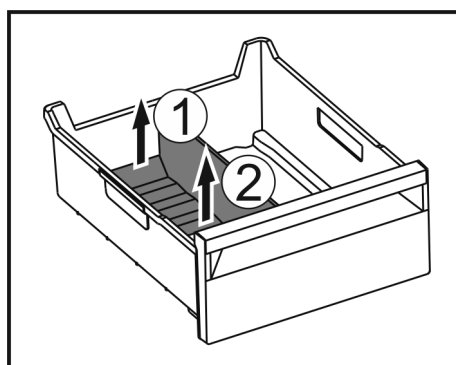

Fig. 223
- Zvedněte zadní část přepážky přihrádky na led. Fig. 223 (1)
- Přepážku přihrádky na led vyjměte nahoru. Fig. 223 (2)